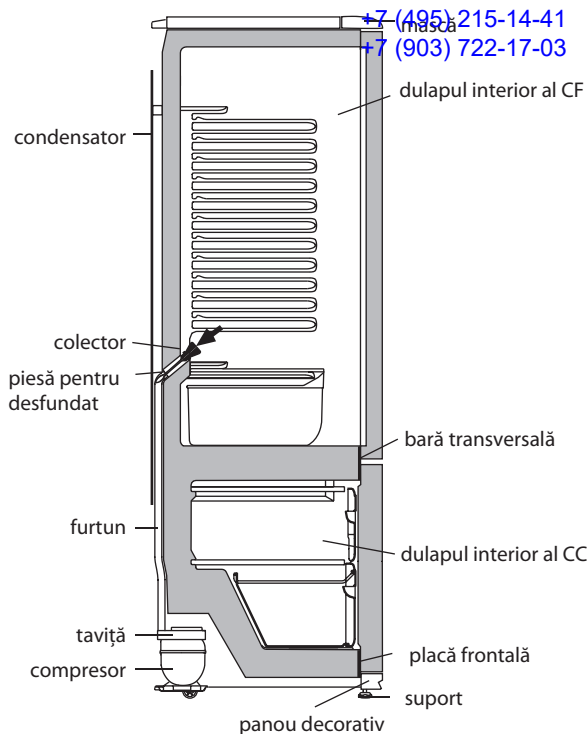

Figura 4 — Schema scurgerii apei rezultate în urma topirii din CF
**2.2.1** În CF se folosește un sistem automat de dezghețare. Bruma, care apare pe pereții din spate al CF, după deconectarea compresorului care lucrează în ciclu, se topește și se transformă în picături de apă. Picăturile de apă rezultată în urma topirii se scurg în colector, apoi prin gaura acestuia și prin furtun - în tavița de pe compresor, în conformitate cu figura 4 și se evaporă. Gaura colectorului este dotată cu o piesă pentru prevenirea înfundării sistemului de drenaj.
Prezența apei în colector indică înfundarea sistemului de drenaj. Pentru eliminarea înfundării folosiți piesa corespunzătoare și curățați gaura colectorului, astfel ca apa să se scurgă liber în taviță, apoi spălați piesa și instalați-o în conformitate cu figura 4.
**SE INTERZICE** să utilizați frigiderul cu sistemul de scurgere înfundat. Apa care a apărut pe fundul CF sau care a ajuns în locul de alăturare a barei transversale și a dulapului interior al CF, în conformitate cu figura 4, poate provoca coroziunea dulapului exterior al frigiderului și elementelor agregatului frigorific, defectarea izolației termice, formarea crăpăturilor dulapului interior și defecțiunea frigiderului.
**SE INTERZICE** să decongeleți congelatorul fără utilizarea elementului pentru drenare. Apa rezultată în urma topirii care se scurge din cameră afară de elementul pentru drenare, pătrunzând în locul de alăturare a plăcii frontale la dulapul interior în conformitate cu figura 4, poate provoca coroziunea dulapului exterior al congelatorului și a elementelor agregatului frigorific, defectarea izolației termice, formarea crăpăturilor dulapului interior și defectarea dulapului frigiderului.